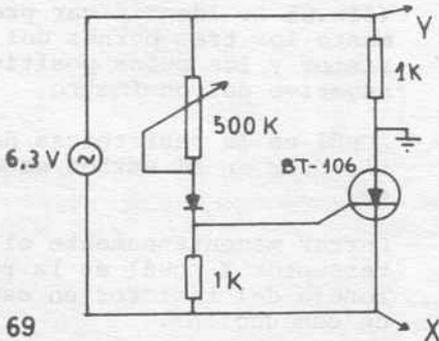

Fig.69
- Montar el circuito adjunto (fig.69) con el reostato a máxima resistencia.